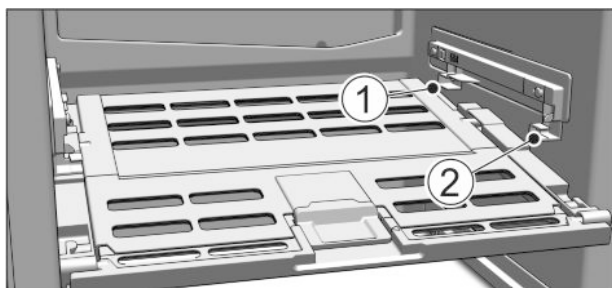

Fig. 62
- ▶ Установка крышки отделения с функцией для хранения овощей и фруктов Fruit & Vegetable-Safe: Вставить поперечные ребра крышки через низ в задний держатель Fig. 62 (1) и защелкнуть спереди на держателе Fig. 62 (2).